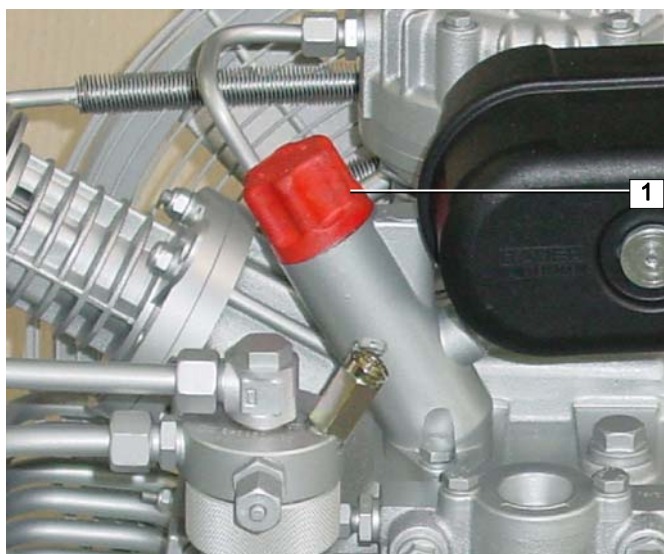

Рис. 25 Маслоналивная горловина
- Отвинтите красный пластиковый колпачок маслоналивной горловины (1, Рис. 25) на картере.